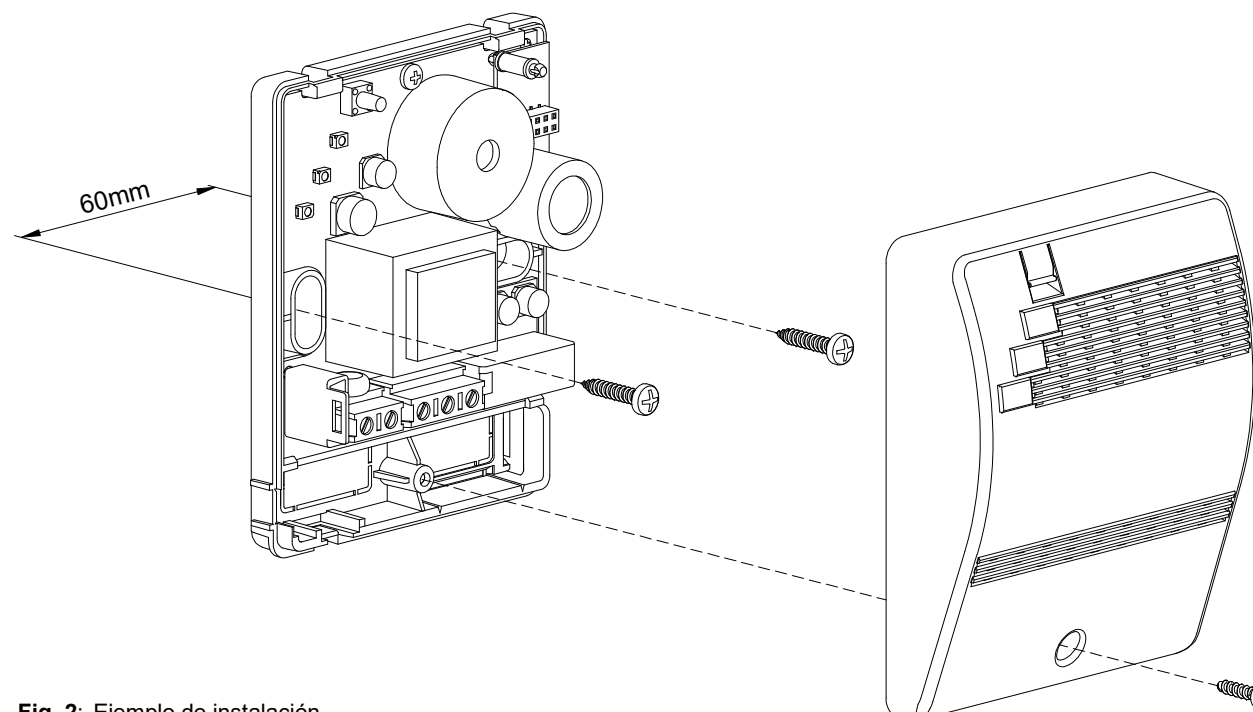
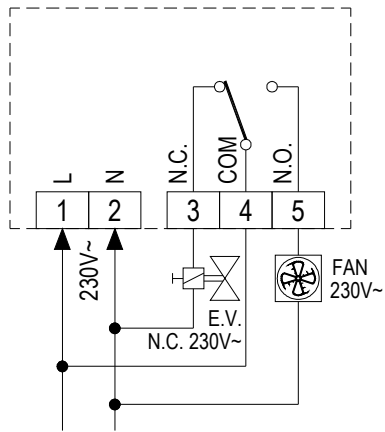

Fig. 2: Ejemplo de instalación.
Fig. 3: Esquema de conexión de un solo Beagle con electroválvula de rearme manual normalmente cerrada de 230 V~ y ventilador de 230 V~.
3. Quite la tapa, así como se indica en la Fig. 2:
El aparato está previsto solo para ser instalado en la pared y con conexiones mediante cables existentes canalizados y procedentes de la instalación eléctrica fija. La seguridad y la funcionalidad del aparato están garantizadas solo mediante una conexión eléctrica que aproveche el paso de los cables previsto en la base de plástico. Para acceder a la bornera, desenrosque el tornillo presente y quite la parte delantera (Fig. 2). Realice las conexiones eléctricas según los esquemas mostrados en la Fig. 3, 4, 5 ó 6. La rapidez de intervención del aparato está estrictamente relacionada con su posicionamiento en la habitación y con el tipo de gas a detectar. Para los gases "ligeros" como el monóxido de carbono, se recomienda instalar el aparato arriba (a unos 180 cm. del suelo). Evite instalar el detector en una posición expuesta a humos o vapores que contengan sustancias capaces de alterar o aislar el sensor del dispositivo. (Ejemplo: no coloque el aparato a la altura de los humos de vapores grasos producidos en la cocina). Evite instalar el detector en todas las posiciones en las que se